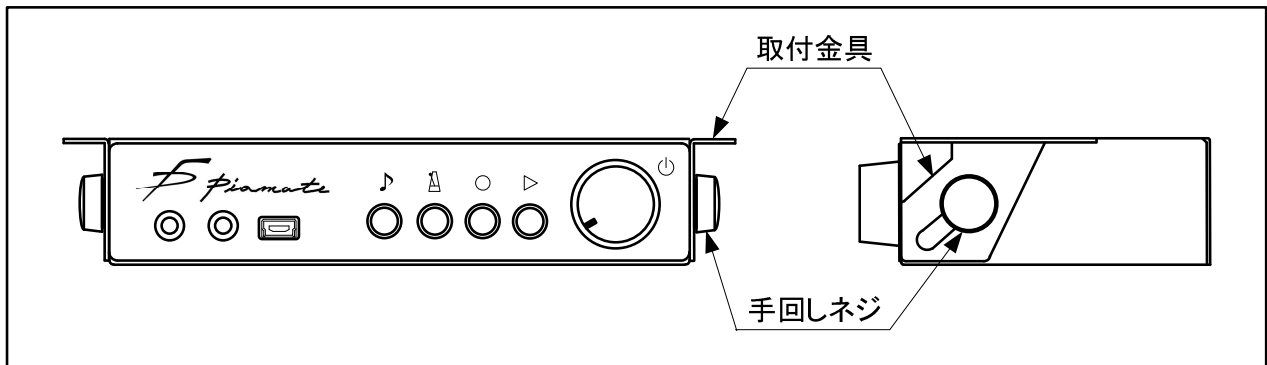

図3.6-1 取付金具の取り付け
(1)音源BOXの両側面にある手回しネジを外して、図3.6-1の様に取付金具を取り付ける。